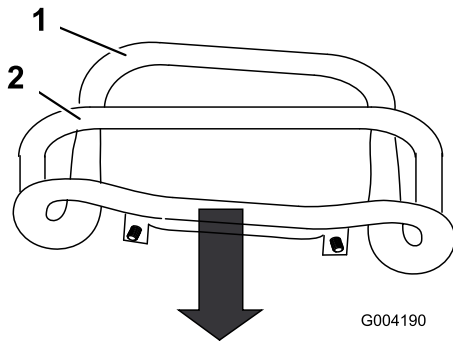

Figura 52
3. Tirate all'indietro il comando della trazione, spostandolo con un movimento rettilineo, in modo che la parte anteriore del comando venga a contatto con la barra di riferimento (Figura 52).